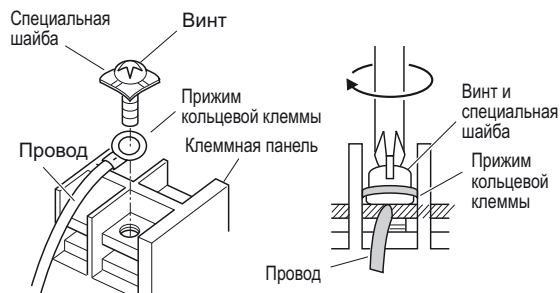

Рис.4-8
(2) С помощью крестообразной отвертки открутите винты клеммы на клеммной панели.
(3) С помощью зажима кольцевой клеммы или клещей надежно соедините каждый оголенный конец провода с прижимом кольцевой клеммы.
(4) Установите прижим кольцевой клеммы, установите на место и затяните с помощью отвертки снятый винт клеммы. (Рис. 4-8)